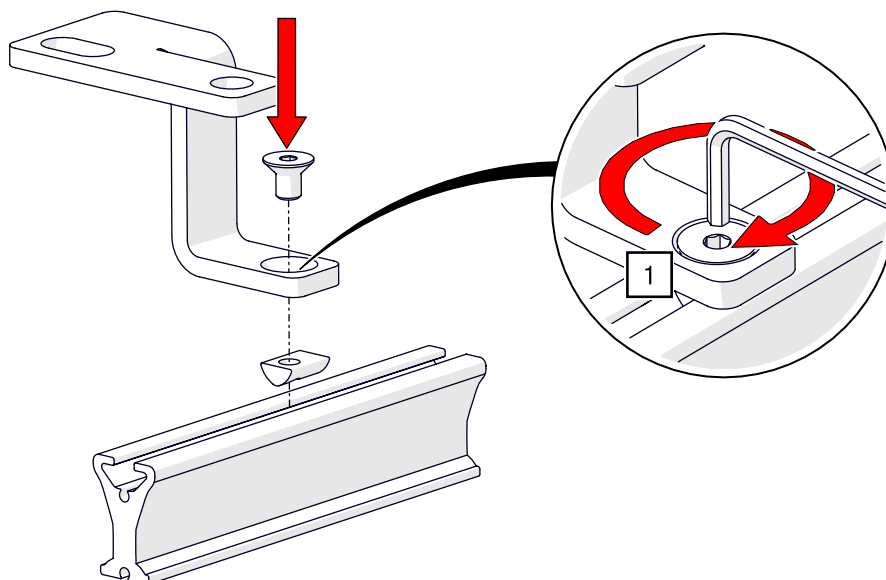

Abb. 40: Seilführung montieren – Montage mit Nutenstein
1. Montieren Sie das Seilführungsblech mit dem Nutenstein und ISK SW 3 an der Schiene (siehe Abb. 40).